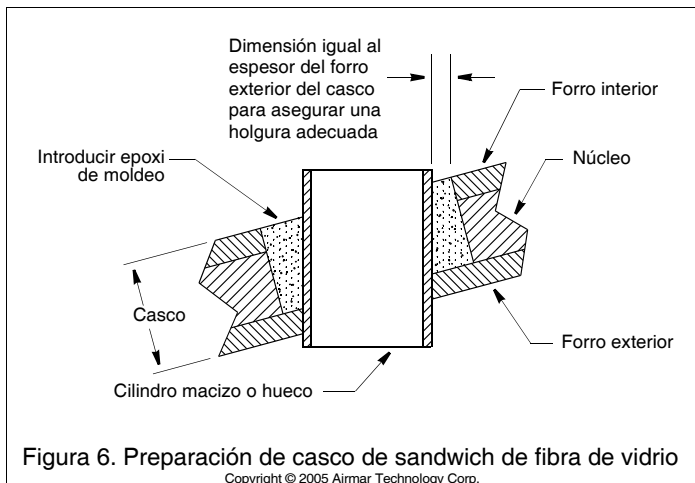

Figura 6. Preparación de casco de sandwich de fibra de vidrio
1. Perfore un orificio de guía de 3 mm o 1/8" perpendicular a la línea de flotación desde el interior del casco (figura 6). Si hay un refuerzo, arbotante u otra irregularidad del casco junto a la ubicación escogida, efectúe el taladro desde el exterior. (Si efectúa el taladro en un lugar equivocado, realice otro en un lugar más apropiado. Aplique cinta de pintor en el exterior del casco sobre el taladro incorrecto y rellénelo con epoxi.)